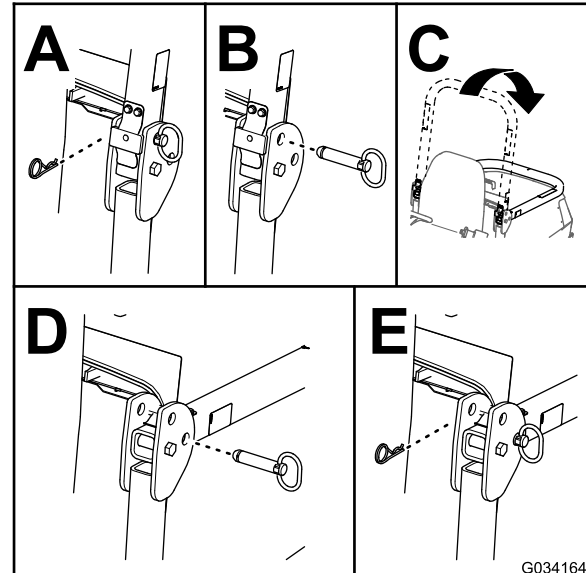

Figura 29
2. Retire las chavetas y los pasadores de la barra antivuelco (Figura 29).
3. Baje la barra antivuelco y sujétela con los pasadores y las chavetas (Figura 29).